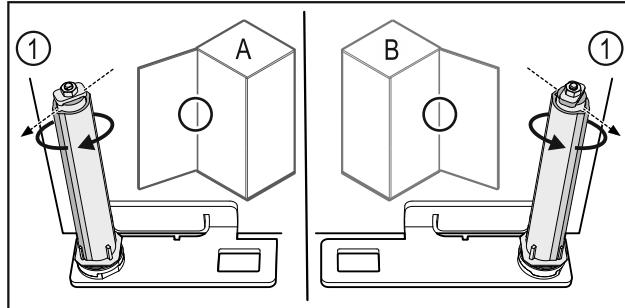

Fig. 60 Ľavý doraz (A)/pravý doraz (B)
- Otáčajte systém zatvárania proti odporu, kým nebude mostík systému zatvárania Fig. 60 (1) ukazovať von.